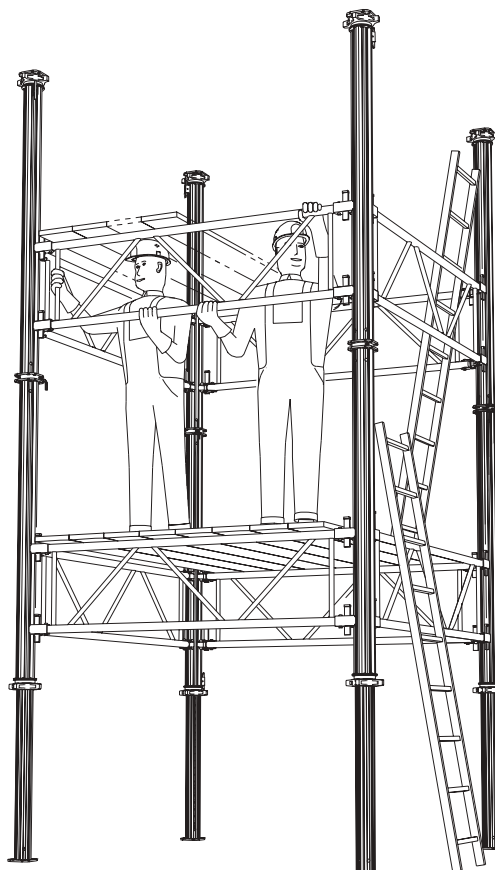

Fig. 39
- Monter støtter med indskudt indvendigt rør. Skyd dem først ud efter afstivning med rammer. Fig. 39.